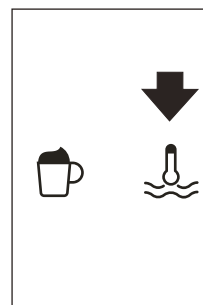

Abb. 27
- Drücken Sie die Sensortaste ☹ (B13) (Abb. 27).